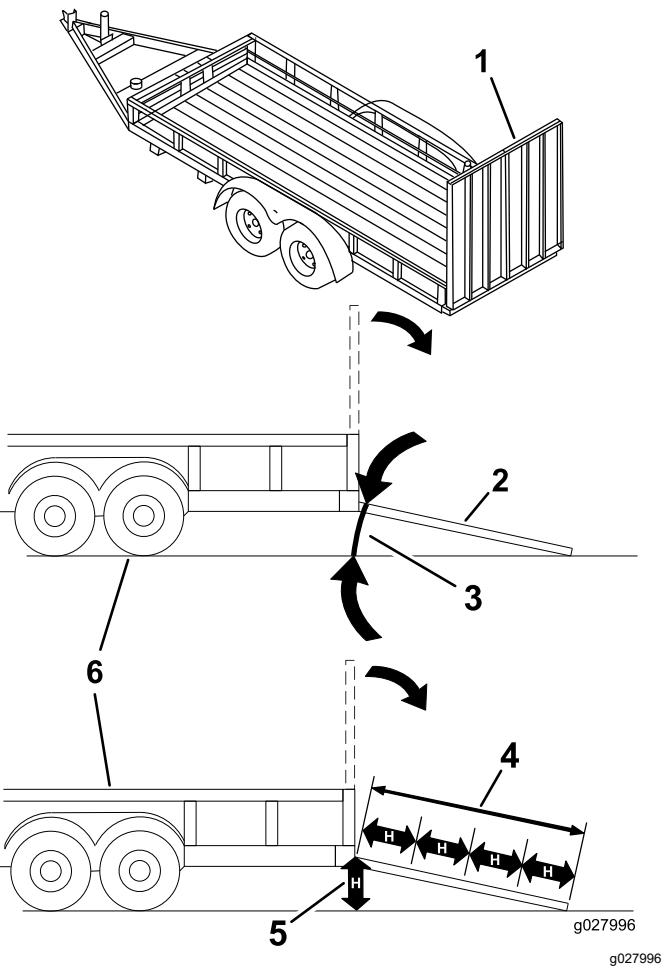

Figure 27
Le chargement de la machine sur une remorque ou un camion augmente le risque de basculement, et donc de blessures graves ou mortelles (Figure 27).
3. Abaissez la rampe pour que l'angle avec le sol ne dépasse pas 12 degrés (Figure 27).
1. Abaissez la rampe pour que l'angle avec le sol ne dépasse pas 12 degrés (Figure 27).